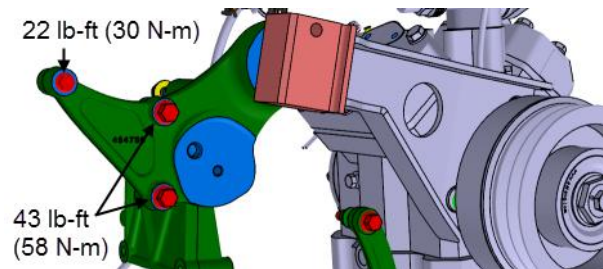

FIGURE 28
37. Serrer les boulons identifiés sur la FIGURE 28 au couple indiqué.